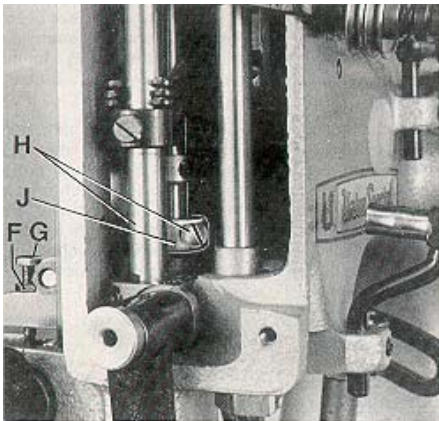

Fig. 22
For setting the small gap between the feed dogs loosen nut (F, Fig. 22). Turning in screw (G) increases the gap, turning it out decreases the gap. Retighten nut (F).
For adjustment loosen the two screws (H, Fig. 22) and raise the supporting yoke (J) when the upper feed dog should lift more, or lower it when it should lift less. Retighten screws (H).
Para ajustar la pequeña brecha dentro del alimentador, suelte la tuerca (F, Fig. 22). Girando el tornillo (G) hacia adentro aumenta la brecha, hacia afuera la disminuye. Apriete la tuerca (F) de nuevo.
Para ajuste, suelte los dos tornillos (H, Fig. 22) y levante el soporte (J) cuando el diente alimentador superior deba subir mas, o bájelo cuando deba bajar mas. Apriete los tornillos (H).